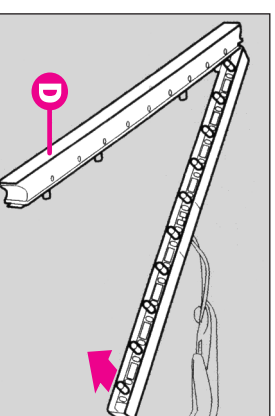

fig. 51
- Scoateți capacul transparent (D-fig.51) și înlocuiți becul.